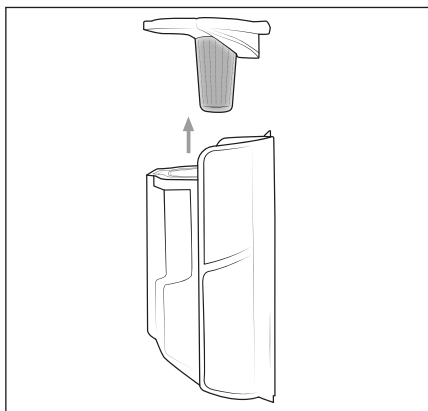

Abb. 16
- 3) Entnehmen Sie den Edelstahlfilter **6** aus dem Staubbehälter **7**, indem Sie in die Öffnung des Edelstahlfilters **6** greifen und diesen aus dem Staubbehälter **7** herausziehen (siehe Abb. 16).